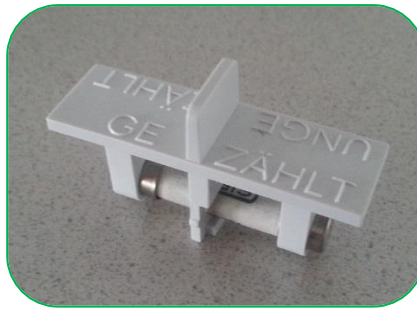

Bild 52: Wechseln von Sicherung
2. Sicherung nach Seite durchschieben, wechseln und an Position bringen (siehe Bild 52).